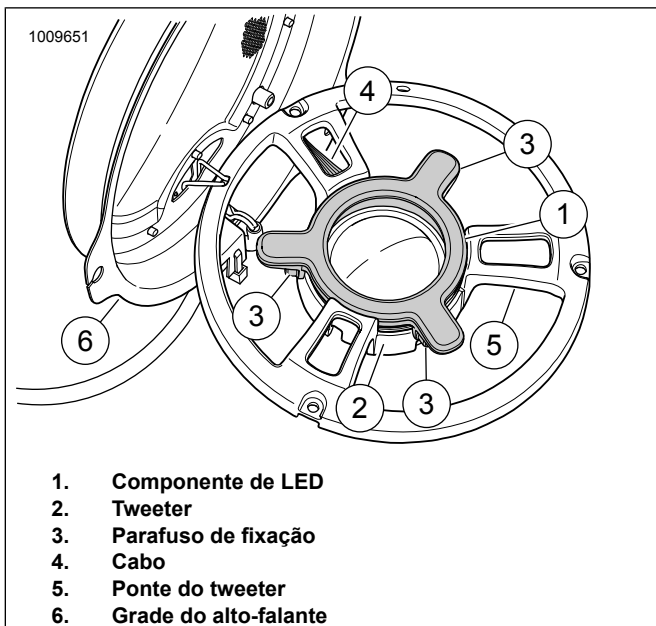

Figura 1. Grade do alto-falante, ponte do tweeter e luz LED
Veja a figura 1. Veja o Manual de serviço. Remova as caixas do alto-falante da carenagem superior. O alto-falante pode permanecer na caixa para a instalação do componente de LED. Remova os três parafusos que fixam a ponte do tweeter (5) na grade do alto-falante (6) e separe dois cuidadosamente. Tenha cuidado para não danificar ou tensionar os fios do alto-falante do tweeter. Guarde as ferragens para a instalação.
- Seque a área da superfície de montagem do tweeter. Posicione o componente de LED onde o cabo (4) possa ser orientado sob a ponte do tweeter.
Veja a figura 1. Coloque o componente de LED (1) no tweeter (2) conforme mostrado. Aperte levemente o componente de LED no local.